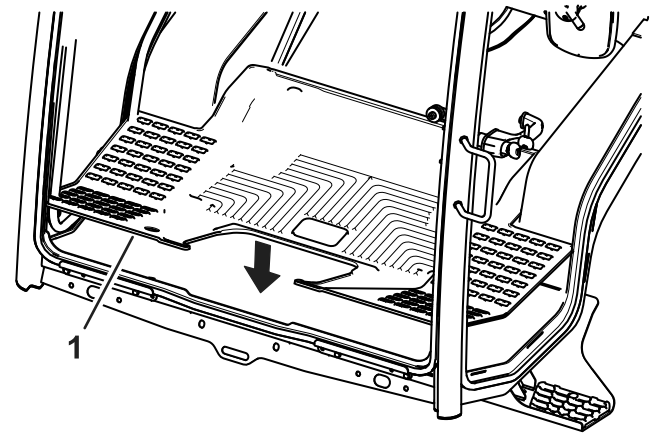

**Figura 18**
2. Instale el peldaño de la carcasa en el soporte del peldaño con un perno de cuello cuadrado (5/16" x 1 1/4") y una tuerca (5/16"). Consulte Figura 18.
3. Instale el peldaño en el lateral de la máquina con 2 pernos de cuello cuadrado (3/8" x 7/8"), 2 tuercas (3/8"), un perno de cuello cuadrado (3/8" x 7/8") y una tuerca (3/8"). Consulte Figura 18.